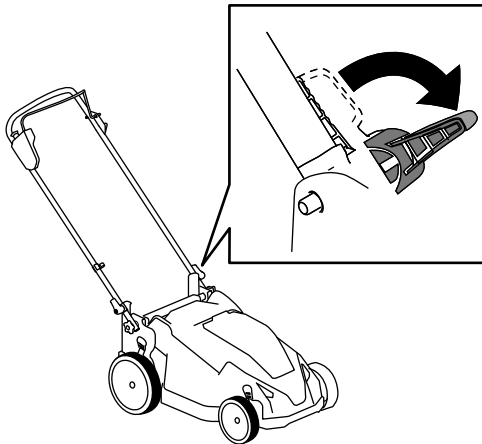

Figura 22
3. Abra las palancas de bloqueo del manillar (Figura 22).
2. Abra las palancas de bloqueo del manillar hasta que pueda mover libremente la sección superior del manillar (Figura 22).